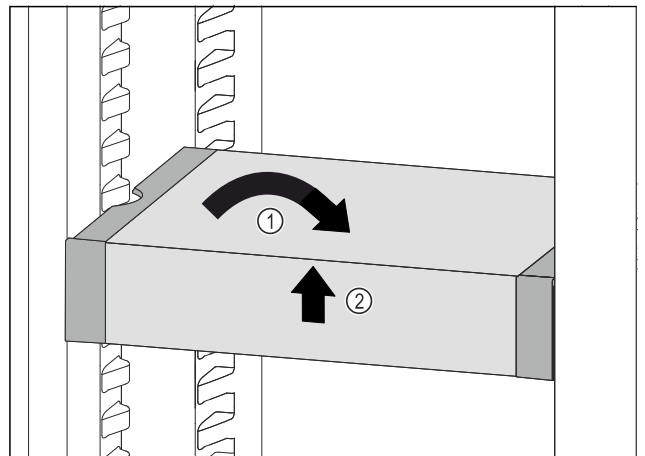

Fig. 90
- Remettre le VarioSafe droit. Fig. 90 (1)
- Soulever la partie avant du VarioSafe. Fig. 90 (2)